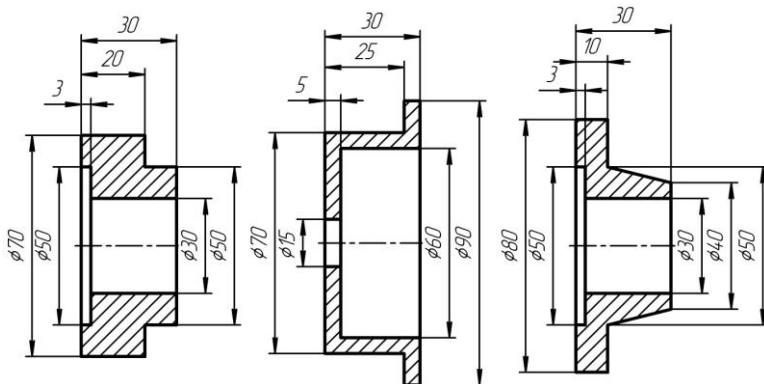

Рис. 4. Варианты деталей, созданных на основе параметрического фрагмента
Деталь “Крышка”, изображение которой построено в этом упражнении, относится к типу фланцев и является типовой для общего машиностроения. На основе разработанного фрагмента можно быстро подготовить новый чертеж: однажды созданное параметрическое изображение легко перестраивается изменением значений размеров и снятием или наложением, при необходимости, некоторых параметрических ограничений (рис. 4).
3. Отредактируйте чертёж детали, задавая новые значения размеров, например, как в одном из вариантов на рис. 4, и удаляя ненужные ограничения, наложенные на изменяемые объекты.